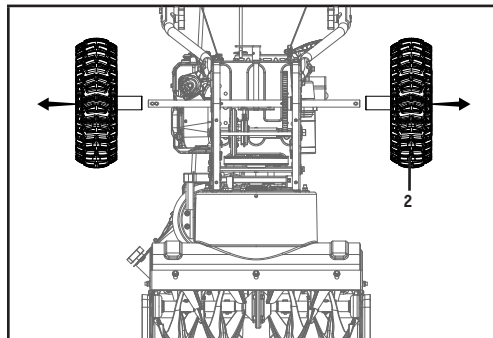

Figure 42B
3. Enlevez la roue de droite (2) en enlevant l'esse (figure 42B).